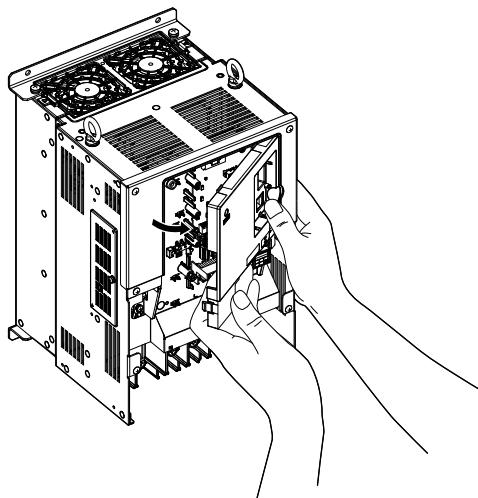

Figura 3.19 Extraer la cubierta frontal (2A0010 a 2A0415 y 4A0058 a 4A1200)
- Desenganche el lateral izquierdo de la cubierta frontal, luego balancee el lateral izquierdo en su dirección tal como se indica en la Figura 3.19 hasta sacar la cubierta.